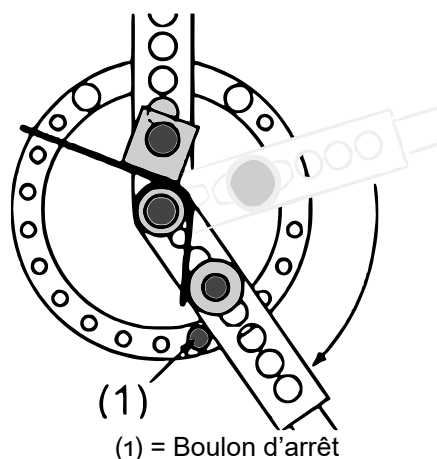

Figure 5 : Réalisation d'un pliage à rayon simple
5. Pour limiter la zone de pliage, montez le boulon d'arrêt (11) dans le trou correspondant de l'anneau extérieur de l'angle de pliage, comme indiqué sur la fig. 5.
6. Pliez votre pièce à usiner en tirant la poignée vers vous, comme le montre la fig. 5.